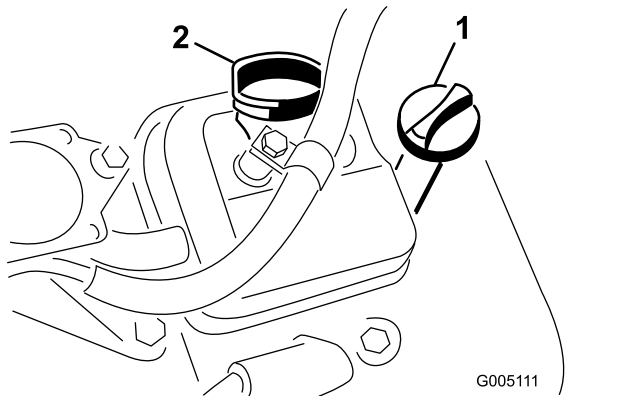

Bild 30
- Führen Sie den Peilstab in den Füllstutzen wieder ein und schrauben Sie den Peilstab auf den Füllstutzen auf (Bild 30).